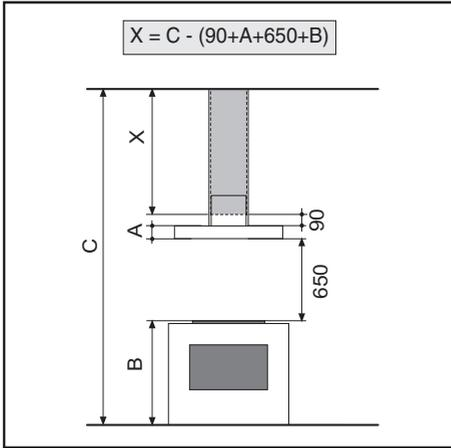

Fig.18
Установить желаемую высоту согласно указанным размерам (рис.18) и закрепить нижнюю часть при помощи прилагаемых 8 болтов **G** (рис.8).
• Засорение фильтров-жироуловителей / фильтра с активированным углем: **Fig.18**